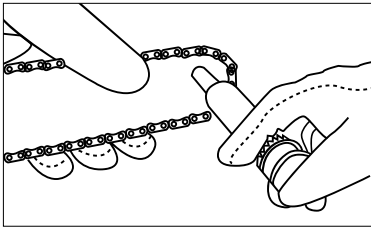

Abb. 28
3. Führen Sie die nagelähnliche Düse der Spritze in die Schmieröffnung ein und füllen Sie Schmierfett ein, bis es an den Außenrand des Kettenzahnrad austritt (Abb. 28).